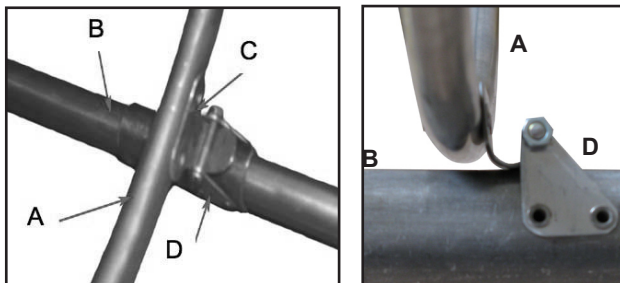

Рис. 6 Установка шпангоута №1.
**Внимание!** Шпангоут крепится к кильсону посредством крючка, зацепляющегося за серьгу обязательно со стороны катета (см. рис. 6). Для этого крючок шпангоута (С) цепляется за серьгу кильсона (D).
13. Закрепите над замком кильсона шпангоут №М (10). Шпангоут фиксирует замок кильсона. Рис 9.
**Внимание!** Шпангоут крепится к кильсону посредством крючка, зацепляющегося за серьгу обязательно со стороны катета (см. рис. 6). Для этого крючок шпангоута (С) цепляется за серьгу штевня (D).